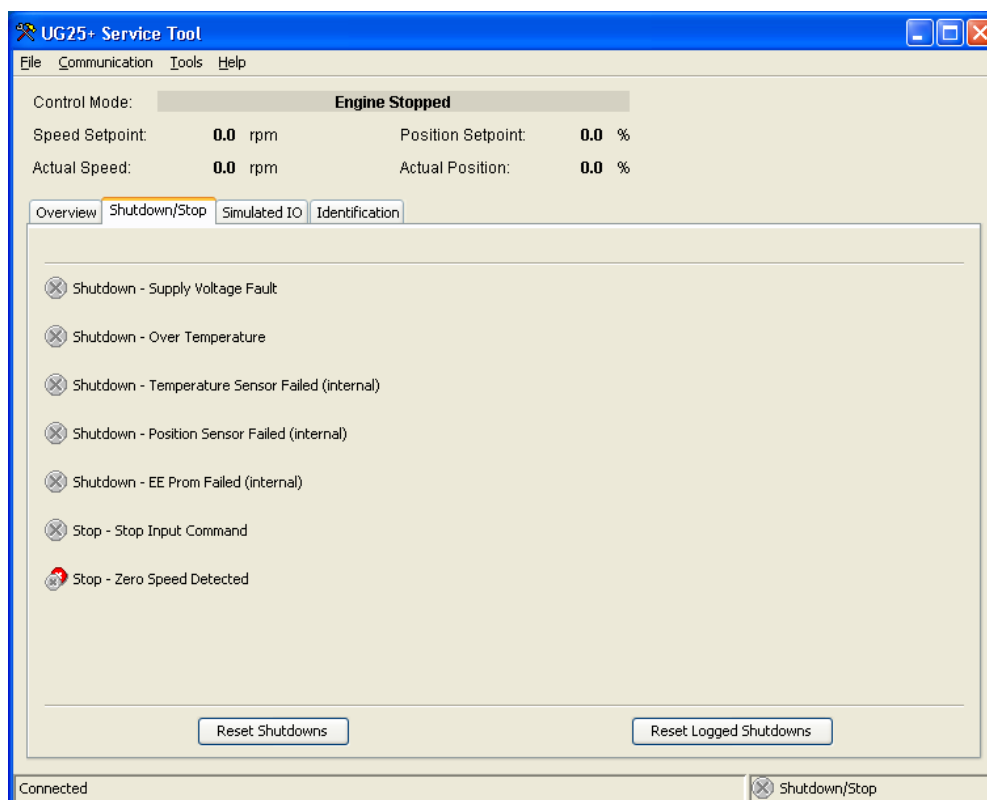

図 5-4. サービス・ツールのシャットダウン／停止画面
- Shutdown/Stop (シャットダウン/停止; 図5-4参照)
シャットダウンの発生状況を見るには、メイン・ウィンドウのシャットダウン／停止 (Shutdown/Stop) のページ (図5-4) を選択します。この画面で表示される内容は、プログラム時に検出するように設定された故障の種類によって変化します。故障の種類とその説明に付いては、第4章を参照してください。